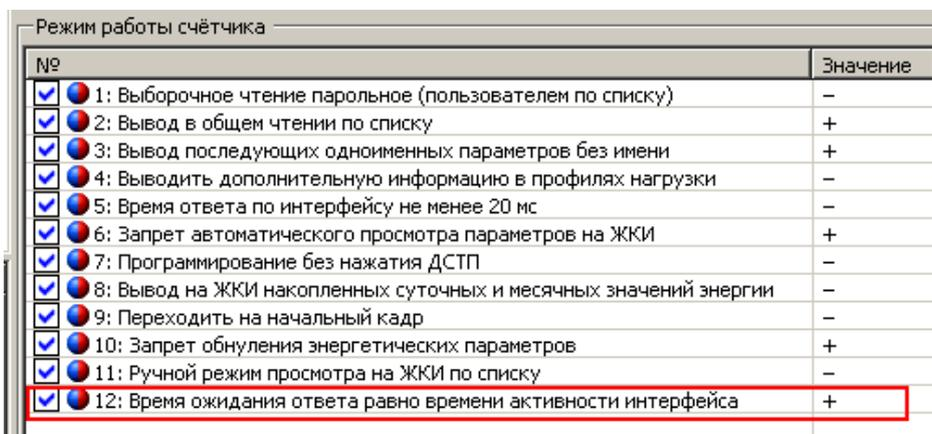

Рисунок 5.20 – Режим работы счетчика
- Перейти на вкладку «Общие», чтением параметра «Режим работы счетчика» убедиться, что время ожидания ответа равно времени активности интерфейса (см. рисунок 5.20).
- Перейти на вкладку «Общие», чтением параметра «Режим работы счетчика» убедиться, что время ожидания ответа равно времени активности интерфейса (рисунок 5.20).
- Перейти на вкладку «*Общие*», чтением параметра «*Режим работы счетчика*» убедиться, что время ожидания ответа равно времени активности интерфейса (см. рисунок 5.20).
Чтением параметра «*Режим работы счетчика*» (вкладка «*Общие*») убедиться, что время ожидания ответа равно времени активности интерфейса (см. рисунок 5.20).